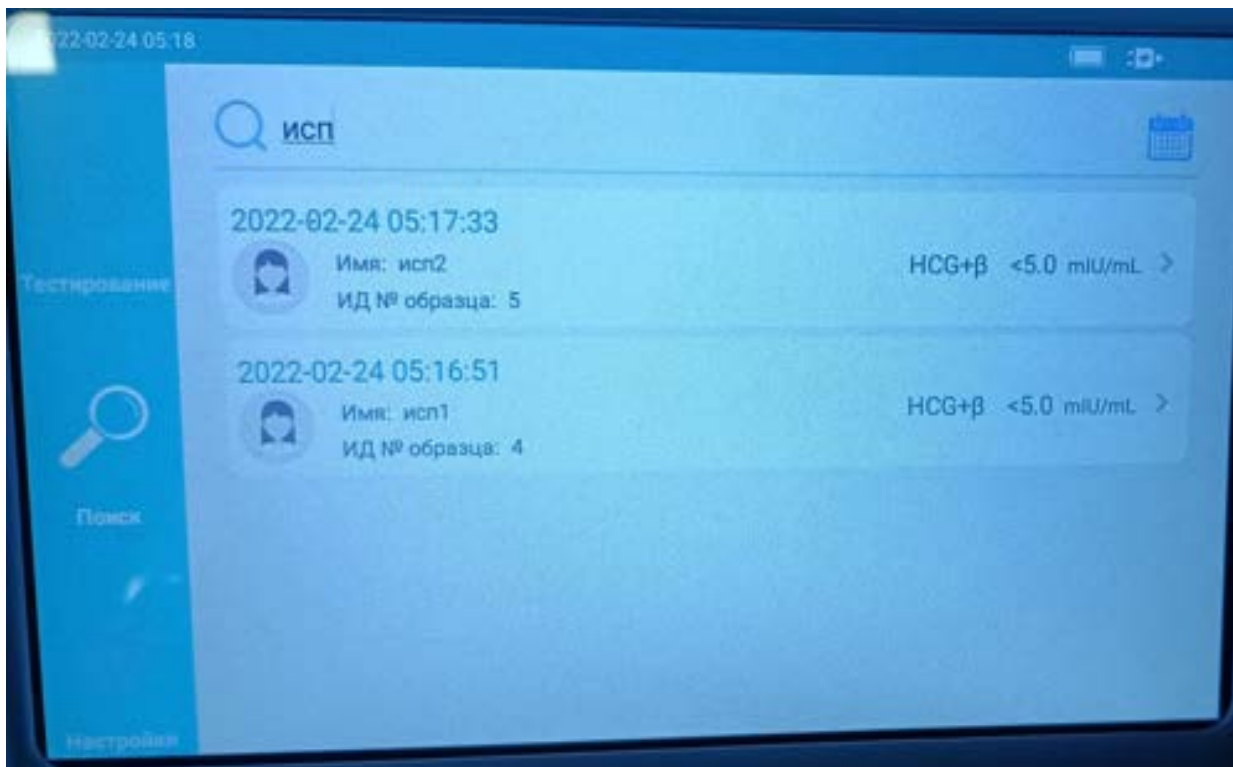

Рис.6 Интерфейс поиска имени и идентификатора образца
1) Введите полностью/частично имя или идентификатор образца (Рис. 6).